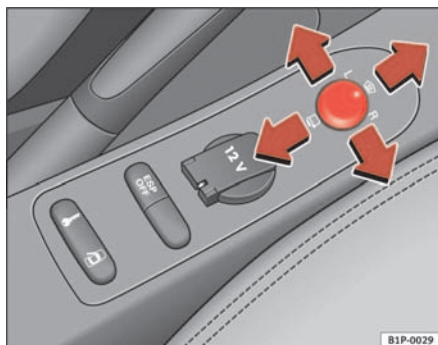

Abb. 86 Drehknopf für Außenspiegeleinstellung
1. Drehen Sie den Drehknopf ⇒ Abb. 86 in Stellung **L (linker Außenspiegel)**.
- Drehen Sie den Drehknopf nach vorne auf die mittlere Stellung ⇒ Abb. 86 ①, damit die Heizung der Außenspiegel und die Funktion der beheizbaren Windschutzscheibe\* im Bereich der Ruhstellung der Wischerblätter einschaltet wird ⇒ Seite 124.
- Drehen Sie den Drehknopf ⇒ Abb. 86 in Stellung ☞, um die Außenspiegel anzuklappen. Sie sollten die Außenspiegel immer anklappen, wenn Sie eine automatische Waschanlage durchfahren, um Beschädigungen zu vermeiden.